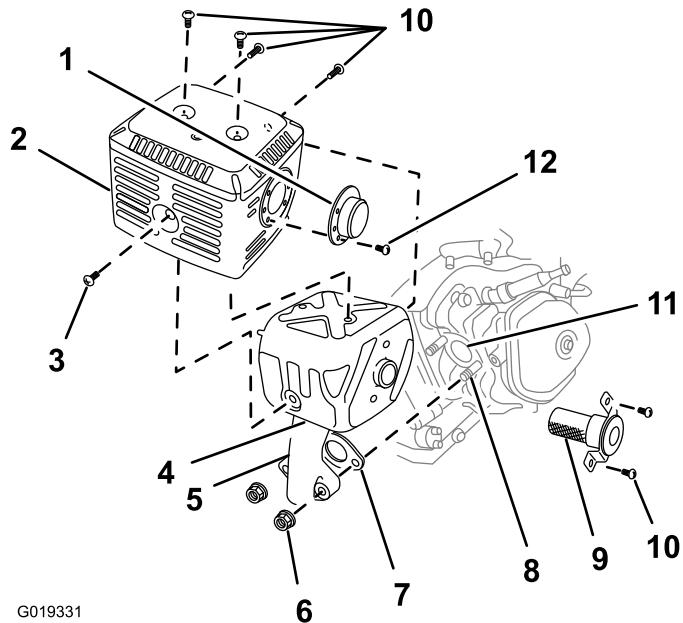

Figure 46
- A. Retirez les deux écrous de 8 mm et déposez le silencieux de l'orifice d'échappement du moteur (Figure 46).
- B. Retirez les trois vis de 4 mm du déflecteur d'échappement et déposez le déflecteur de la protection de silencieux (Figure 46).
- C. Retirez la vis de 6 mm et les quatre vis de 5 mm de la protection de silencieux, puis déposez la protection du silencieux (Figure 46).
- D. Retirez les vis de 5 mm du pare-étincelles et déposez celui-ci du silencieux (Figure 46).
- B. Fixez le pare-étincelles au silencieux avec les vis de 5 mm retirées à l'étape 1-D. (Figure 46).
- C. Alignez la protection de silencieux sur le silencieux, et fixez-la avec la vis de 6 mm et les vis de 5 mm retirées à l'étape 1-C (Figure 46).
- D. Alignez le déflecteur d'échappement sur la protection de silencieux et fixez-le avec les vis de 4 mm retirées à l'étape 1-B (Figure 46).
- F. Alignez les points de fixation du tuyau d'échappement sur les goujons de l'orifice d'échappement et fixez le tuyau avec les écrous retirés à l'étape 1-A (Figure 46).